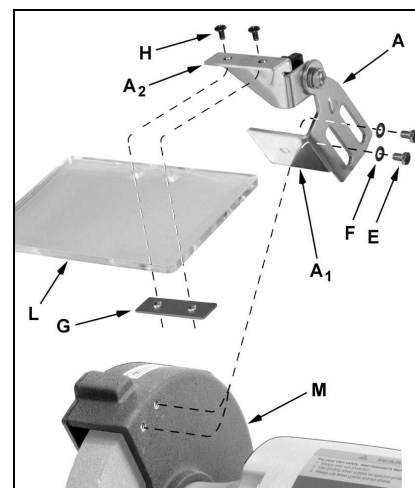

Fig 2
Visser les 2 vis à tête goutte de suif (H, Fig 2) à travers le support (A2), le regard (L) et la plaque à griffes (G).
Fixer l'écran de protection (A, Fig 2) avec 2 vis hexagonales (E) et des rondelles (F) sur le carter du disque (M).